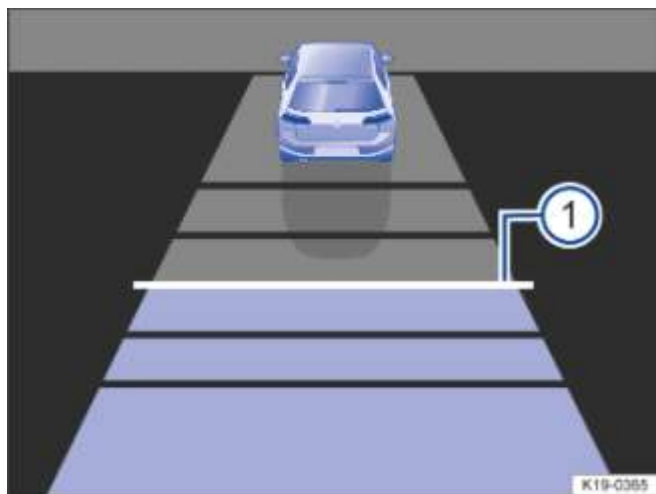

Fig. 117 Sur l'afficheur du combiné d'instruments : distance réglée ①, régulateur de distance en phase de régulation (schéma de principe)
L'afficheur du combiné d'instruments indique le palier réglé → Fig. 117 ①. Veuillez respecter les dispositions légales du pays considéré relatives à la distance minimale.